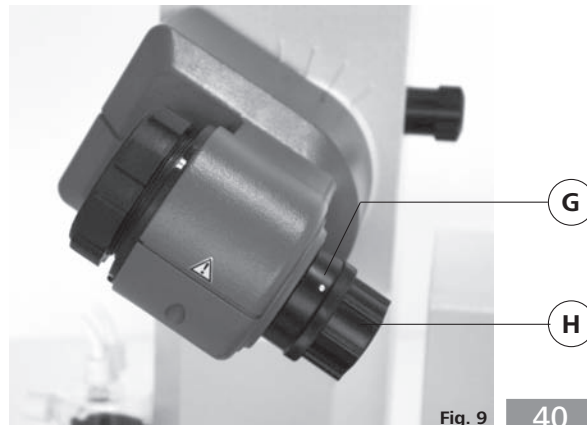

Fig. 9
- ☞ Ouvrez le dispositif d'arrêt de la traversée de vapeur (G) en tournant à 60° dans le sens inverse des aiguilles d'une montre, (fig. 9).
L'écrou en plastique (H) sert d'aide au déblocage des joints rodés de ballon coincés (Fig. 9).
- ☞ Maintenez le dispositif d'arrêt (G) et desserrez l'écrou en plastique (H).
- ☞ Pour ce faire, maintenez le ballon d'évaporation coincé et tournez l'écrou en plastique (H) jusqu'au col du ballon d'évaporation.